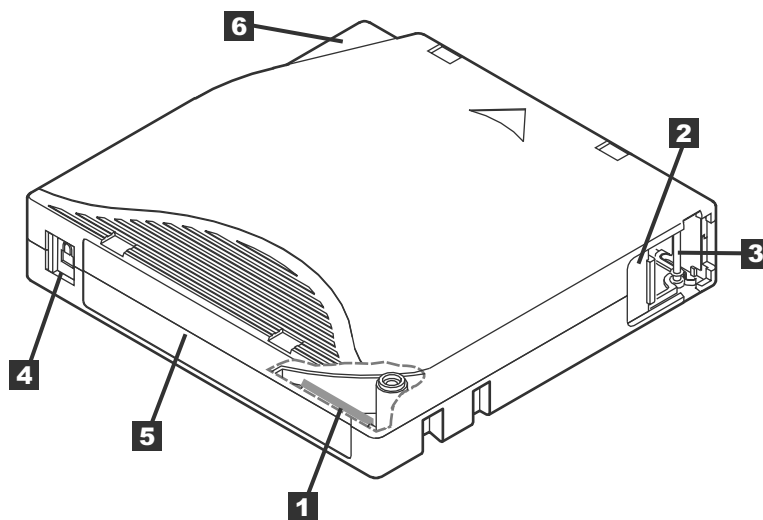

図 18. LTO Ultrium データ・カートリッジ
23 ページの図 18 は、LTO Ultrium データ・カートリッジとそのコンポーネントを示しています。
2. 書き込み保護スイッチ (323 ページの図 18 参照) が正しく設定されていることを確認してください。25 ページの『テープ・カートリッジの書き込み保護スイッチの設定』を参照してください。